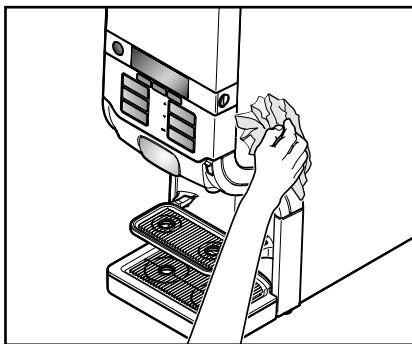

Рис. 50
6. Протереть наружные стенки автомата влажной чистой тряпкой. (Рис. 50)